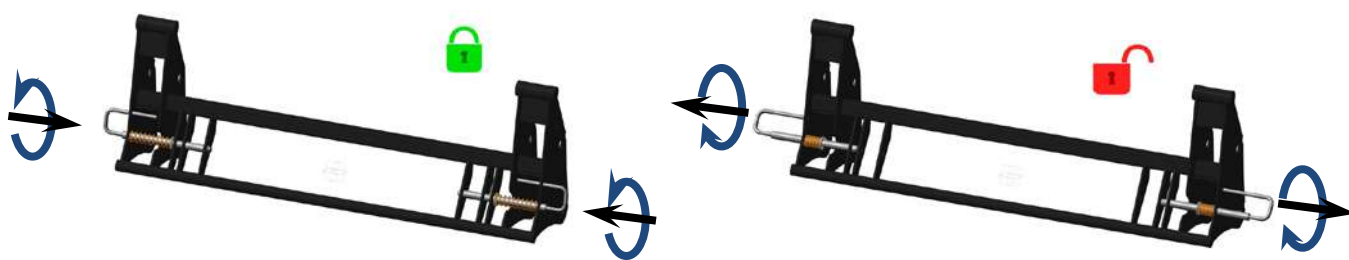

Рис. 1.21 – Подвеска Универсал Basic, Basic Lite
**Подвеска** – механизм, предназначенный для быстрой смены рабочих органов (рис. 1.21, 1.22, 1.23). Подвеска значительно сокращает время **демонтажа и монтажа рабочих органов с погрузчика**. Открытие и закрытие подвески осуществляется вручную (400, 622, Basic, Basic Lite, Standard, Robust, 4.5), полуавтоматически – закрывается при помощи взводной пружины и сбивания стрелой рычага (VIP, Premium), автоматически – при помощи гидроцилиндра (Premium, опция). Контролируется визуально (400, Basic, Standard, Robust, 4.5, VIP, Premium) или при помощи датчика (автоматическая подвеска Premium).